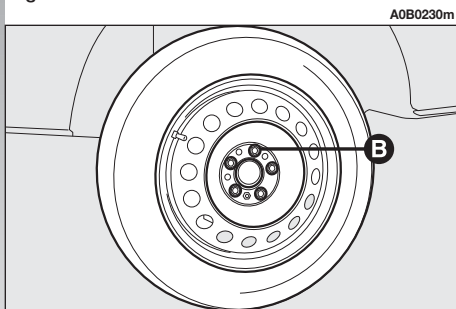

fig. 4
- Allentare di circa un giro i bulloni di fissaggio (B-fig. 4).
– Svitare completamente i bulloni di fissaggio (B-fig. 4), quindi rimuovere la ruota.